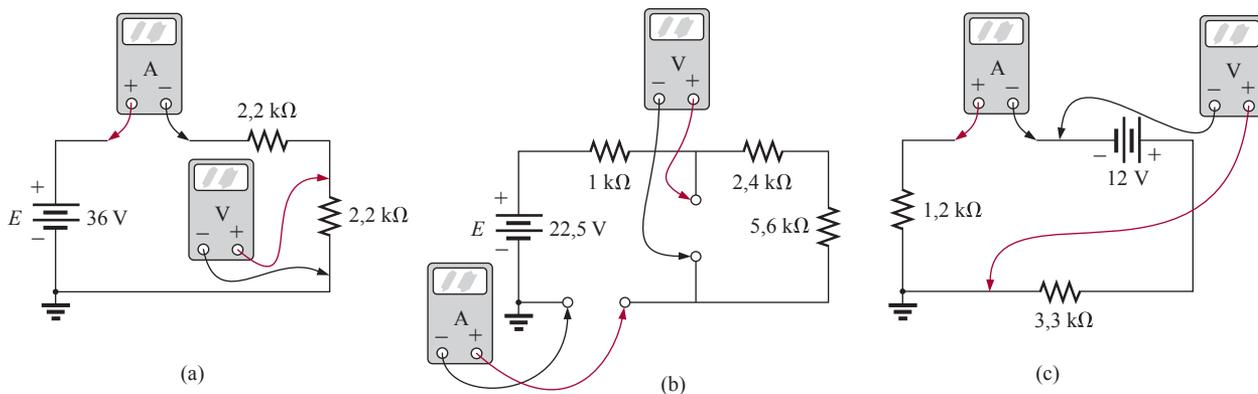

Figura 5.96 Problema 12.
12. Para cada configuração na Figura 5.96, quais são as leituras do amperímetro e do volímetro?